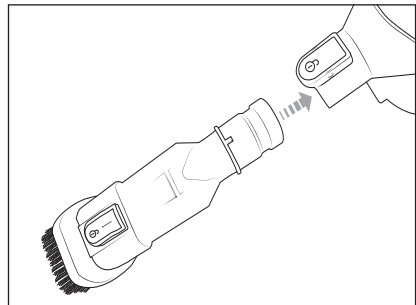

Rys. 7
- ◆ Aby zdjąć szczotkę do podłóg **14** z teleskopowej rury ssącej **16**, wyciągnij teleskopową rurę ssącą **16** ze szczotki do podłóg **14** (patrz rys. 7).